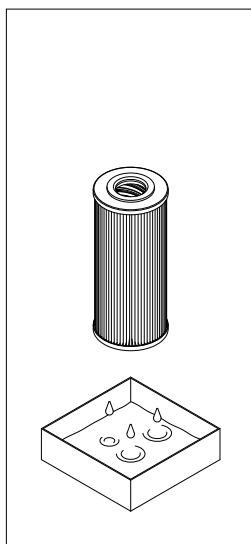

fig. 7
- (Fig. 7) Scolare il fluido di lavoro esausto dall'elemento filtrante al recipiente di raccolta.